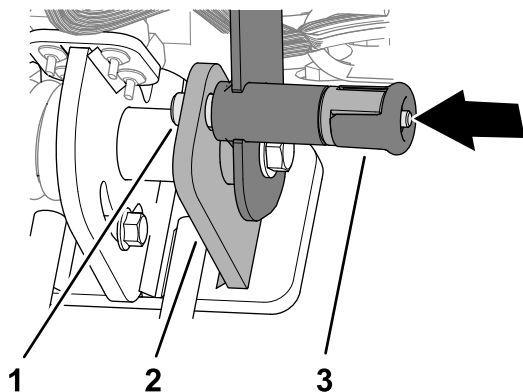

Figura 66
2. Asigurai-vă că tiftul de blocare al barei de ghidare trece prin orificiul din placa de blocare (Figura 66).